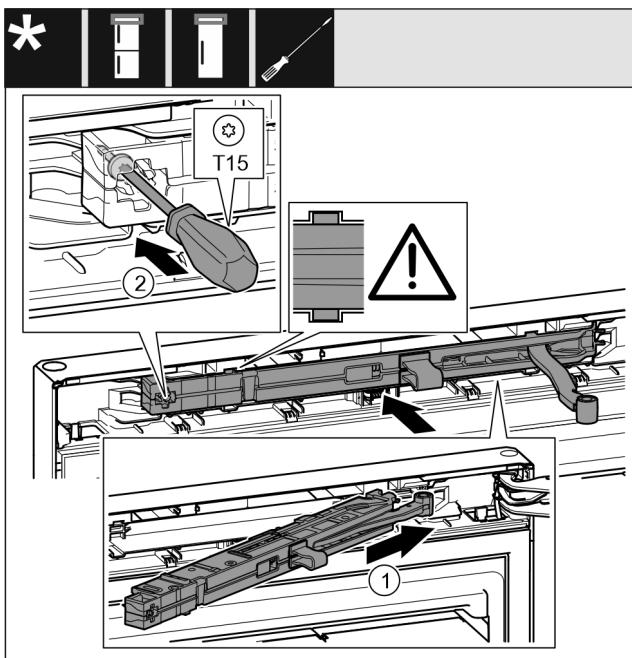

Fig. 29
- ▶ 将托架侧面的关门阻尼单元 Fig. 29 (1) 倾斜插入凹槽直至止挡装置。
- ▶ 用螺丝刀拧紧螺钉 Fig. 29 (2)。